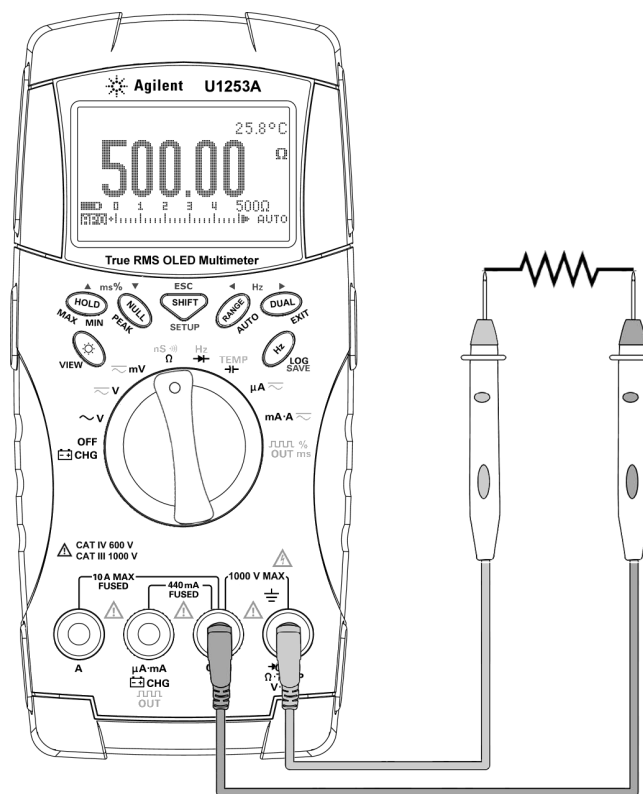

図 2-7 抵抗の測定
- 2 赤のテスト・リードと黒のテスト・リードをそれぞれ入力端子 Ω (赤) と **COM** (黒) に接続します (図 2-7 (41 ページ) を参照)。